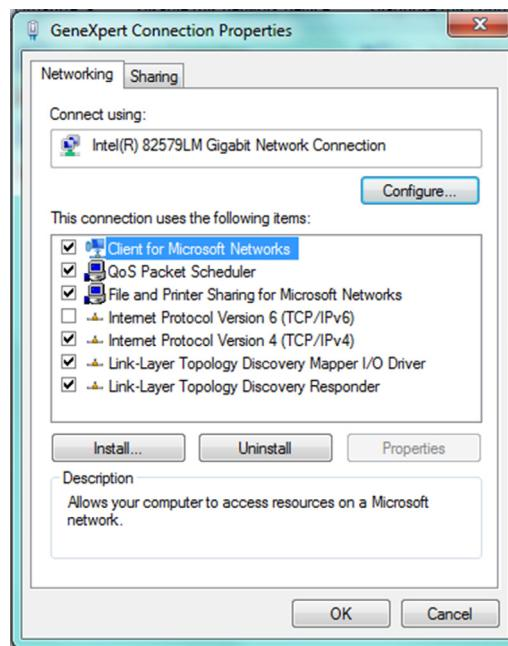

Figura 2-41. Ecrã GeneXpert Connection Properties (Propriedades de ligação do GeneXpert)
7. Selecione **Properties (Propriedades)** no menu pendente. É apresentado o ecrã mostrado na figura 2-41.